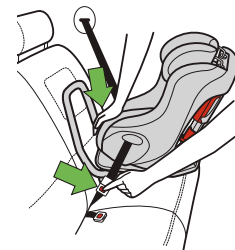

Figure 66
- Presser au centre du siège d'auto pour réduire la tension sur la ceinture du véhicule ce qui aidera à débloquer la ceinture du véhicule, tel qu'illustré dans la **Figure 66**.